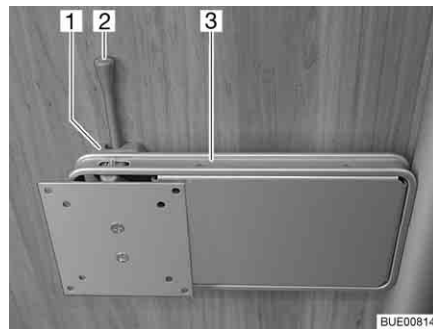

Bild 87 Fäste på pelare
- Tryck låsspaken (Bild 87,2) åt sidan och sväng fästet (Bild 87,3) med den platta bildskärmen till önskat läge.
- Vrid tillbaka den platta bildskärmen tills fästet (Bild 87,3) hakar fast i låset (Bild 87,1).